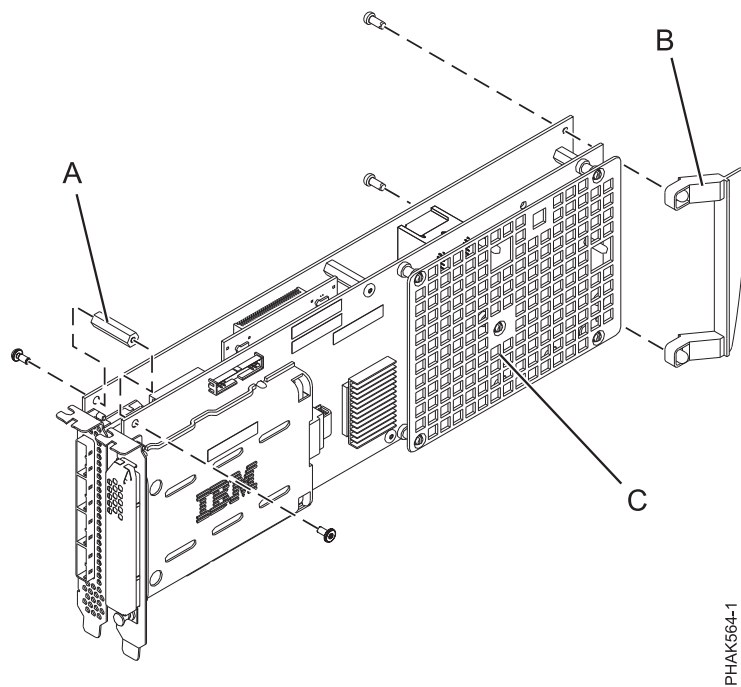

図 53. PCI-X DDR 1.5 GB キャッシュ SAS RAID アダプターからのプラスチック製グリッドの取り外し
2. PCI-X DDR 1.5 GB キャッシュ SAS RAID アダプター上で、プラスチック製の支柱からプラスチック製グリッド (C) を取り外します。ただし支柱はそのままの位置に残します。77 ページの図 53を参照してください。